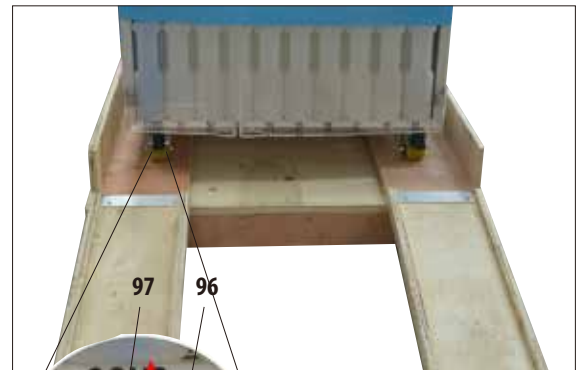

Fig. 10
- Agora, solte a alavanca de freio (97) das duas rodas frontais de transporte (96) para que o aparelho possa ser movido (Fig. 10).
- Quando o aparelho for colocado em seu local definitivo, engate novamente os freios das rodas. Para isso, empurre a alavanca (97) (detalhe na Fig. 10) para trás e para baixo.